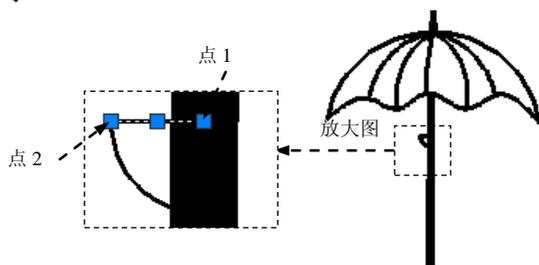

图 17.3.9 绘制圆弧 1
Step9. 绘制圆弧。选择下拉菜单 **绘图(D)** → **圆弧(A)** → **圆心、起点、角度(A)** 命令, 选取图 17.3.9 所示的点 1 为圆弧圆心, 选取点 2 为圆弧起点, 输入圆弧角度值为 90 并按 Enter 键, 完成后如图 17.3.9 所示。